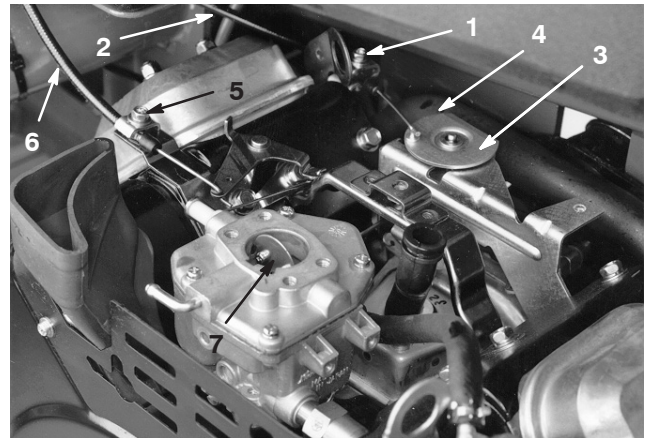

Figure 45
1. Desserrez la vis du collier qui raccorde le câble au moteur (Fig. 45).
3. Tirez fermement sur le câble d'accélérateur jusqu'à ce que l'arrière du pivot atteigne la butée (Fig. 45).
3. Tirez fermement sur le câble de starter, jusqu'à ce que le papillon soit complètement fermé, puis serrez la vis du collier de câble (Fig. 45).